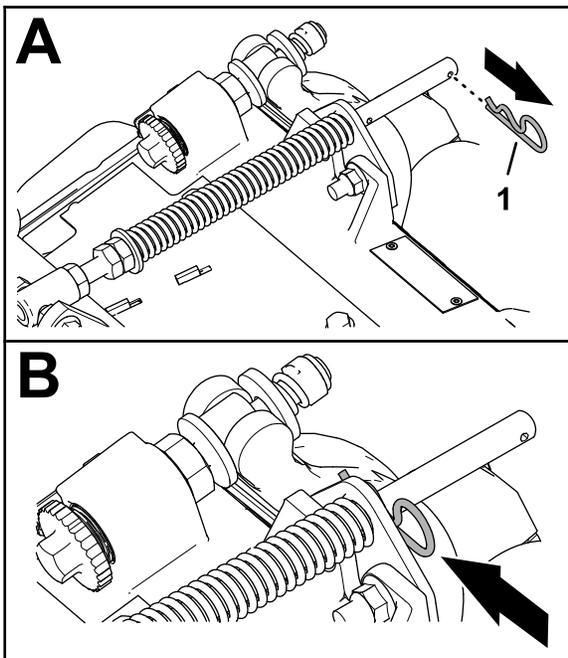

Figura 6
1. Si la chaveta está instalada en el orificio trasero de la varilla de compensación del muelle, retire la chaveta e introdúzcala en el orificio situado junto al soporte (Figura 6).